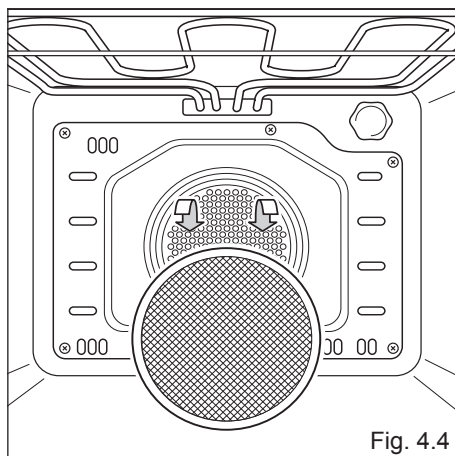

Fig. 4.4
- Uno speciale filtro è previsto nella parte posteriore del forno per catturare particelle di grasso che si sviluppano soprattutto quando si arrostitisce della carne (fig. 4.4).
Il filtro deve essere rimosso per la pulizia e può essere lavato regolarmente con acqua calda e sapone (fig. 4.4).